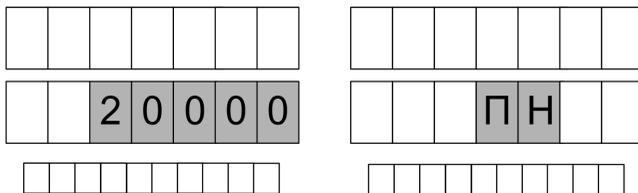

Рисунок 5
11.2 Доза на устройство задается оператором с помощью СУ. В начале нового налива, когда измерительная установка готова к отпуску топлива, мигающими символами в средней строке ЖКИ (при задании дозы в литрах), либо в верхней (при задании дозы в килограммах) отображается значение заданной дозы, а в случае отпуска "Предельный налив" – символы "ПН" (рисунок 5). Это предоставляет удобный способ определить, когда можно начать налив, а также убедиться, что задано требуемое количество топлива.